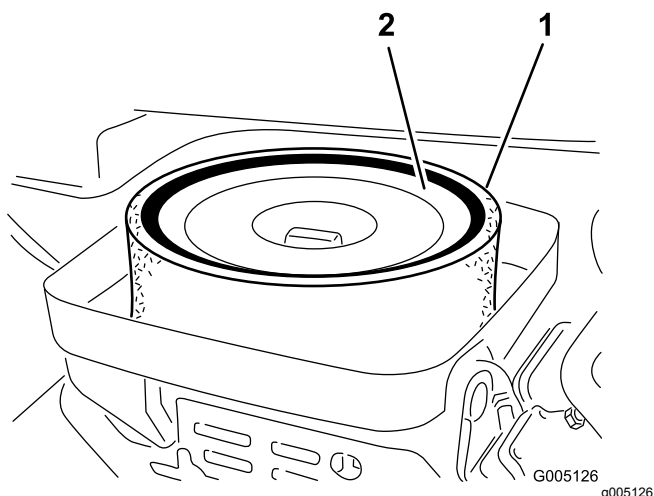

Figura 31
3. Retire a porca que fixa os elementos de filtragem ao corpo do filtro de ar (Figura 31).
4. Se o elemento de esponja se encontrar sujo, deverá retirá-lo do elemento de papel (Figura 31). Limpe-o cuidadosamente, da seguinte forma: